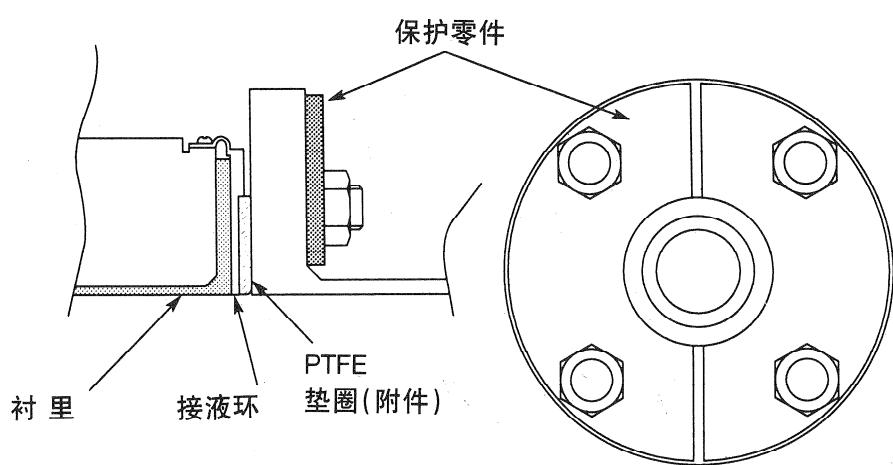

图 2-18 接液环是非 SUS 材质的场合 (使用保护零件)
请使用厚度在1mm以上的不锈钢材等硬质金属材料作为保护零件。参照图2-18。
2. 按规定的紧固力矩安装而担心氯乙烯配管变形损坏的场合请使用保护零件。如图 2-18 所示。做到即使用规定的紧固力矩也不会使配管变形或损坏，然后在配管上安装检测器，紧固力矩请参照 2-9 页的 2-1 表。